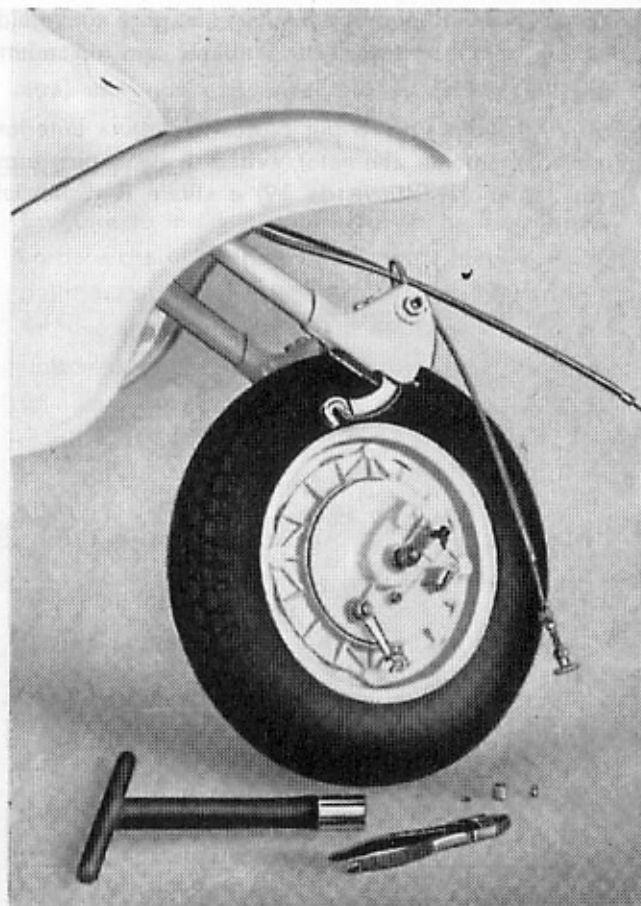

Fig. 36
- 58** Smontare la ruota: allentare i due dadi di fissaggio del perno della ruota sulle leve portaruota (chiave da 22) e inclinare la macchina per sfilare la ruota. Vedi fig. 36.